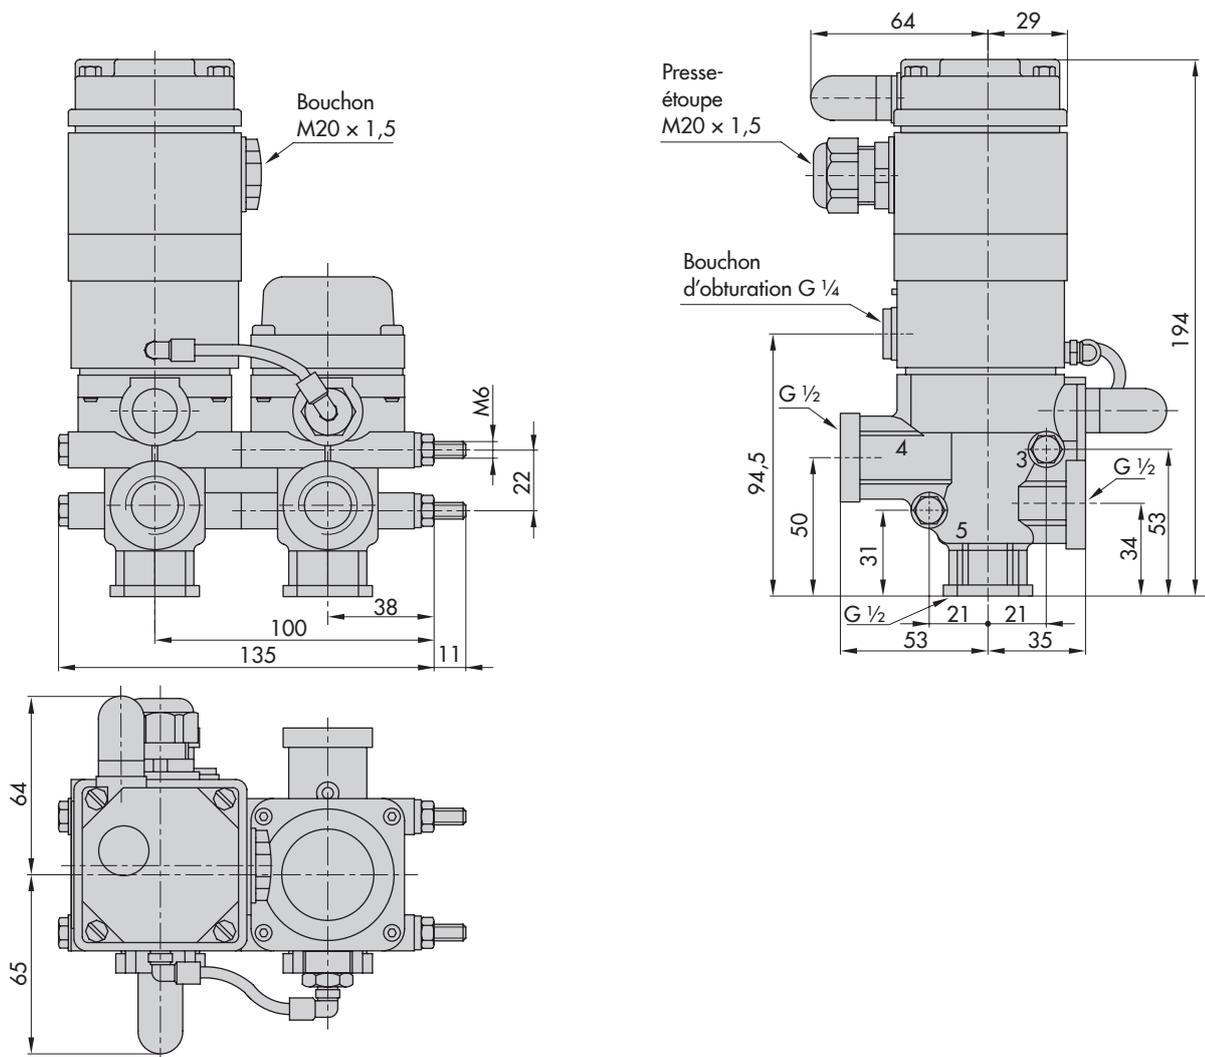

Fig. 12 : Électrovanne 5/2 voies, monostable, K_{VS} 4,3
8) Flexible de raccordement entre les amplificateurs en polyamide, cf. Fig. 12 et Fig. 13